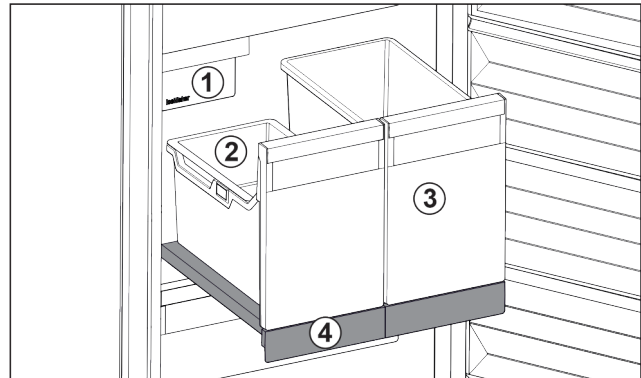

Fig. 88 Estante extraíble con IceTower
- (1) IceMaker
- (2) Bandeja suspendida para cubitos de hielo
- (3) Recipiente para, por ejemplo, pizza, bebidas alcohólicas, etc.
- (4) Estante extraíble
En el estante extraíble hay dos recipientes altos (IceTower). En el recipiente *Fig. 88 (2)* se recogen y almacenan los cubitos de hielo del IceMaker. El recipiente *Fig. 88 (3)* es adecuado para conservar productos altos, como pizzas o bebidas alcohólicas.